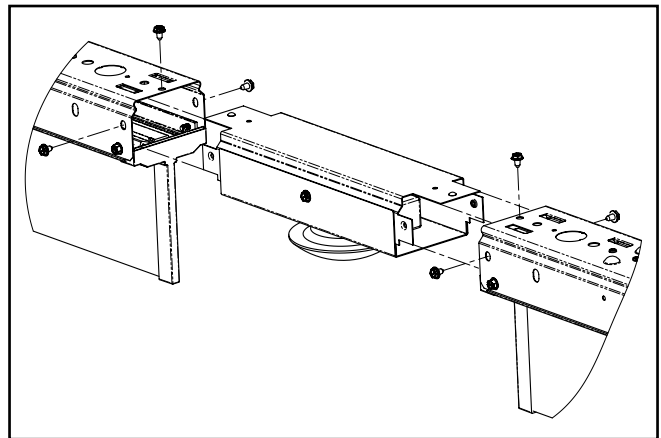

Figure 5.
4. Poussez le boîtier du capteur jusqu'à ce que la marque sphérique en relief pénètre dans le trou à la partie supérieure du canal et que tous les trous soient alignés (Figure 5). Répétez cette procédure de l'autre côté du luminaire.
5. En utilisant les 4 vis préalablement retirées des plaques d'extrémité, fixez le boîtier du capteur par les mêmes trous (Figures 5 et 6) des deux luminaires.
6. Posez les deux vis supplémentaires fournies avec le boîtier à la partie supérieure du canal et dans les onglets pour fixer les onglets dans les marques d'alignement en relief (Figure 5).